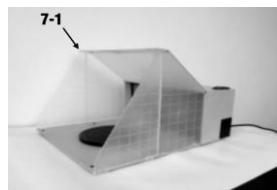

fig. 7
6. Placez le panneau de couvercle supérieur sur le dessus des panneaux de couvercle gauche et droit et fixez-le (fig. 7).